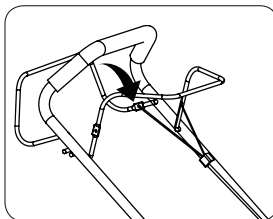

Рис. 26
**ДЛЯ ОСТАНОВКИ ДВИГАТЕЛЯ** (Рис. 26).